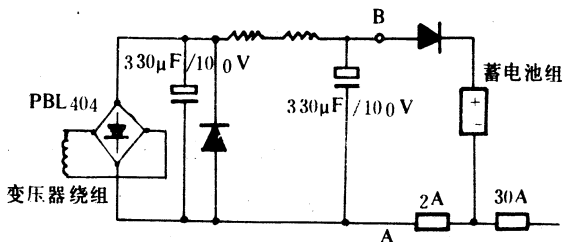

图 4-6 电源输出电路
1. 如图 4-6 所示,不接蓄电池组,不带负载。接通电源开关无异常现象。